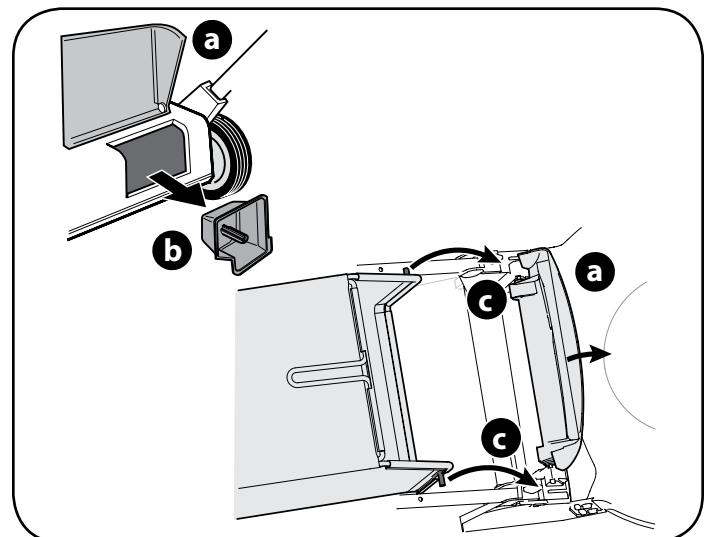

Figura 7
- a. Lugar de colección de césped en las ranuras en el mango entre corchetes como se muestra en la Figura 7. Suelte la puerta de descarga de modo que descance sobre el colector de césped.